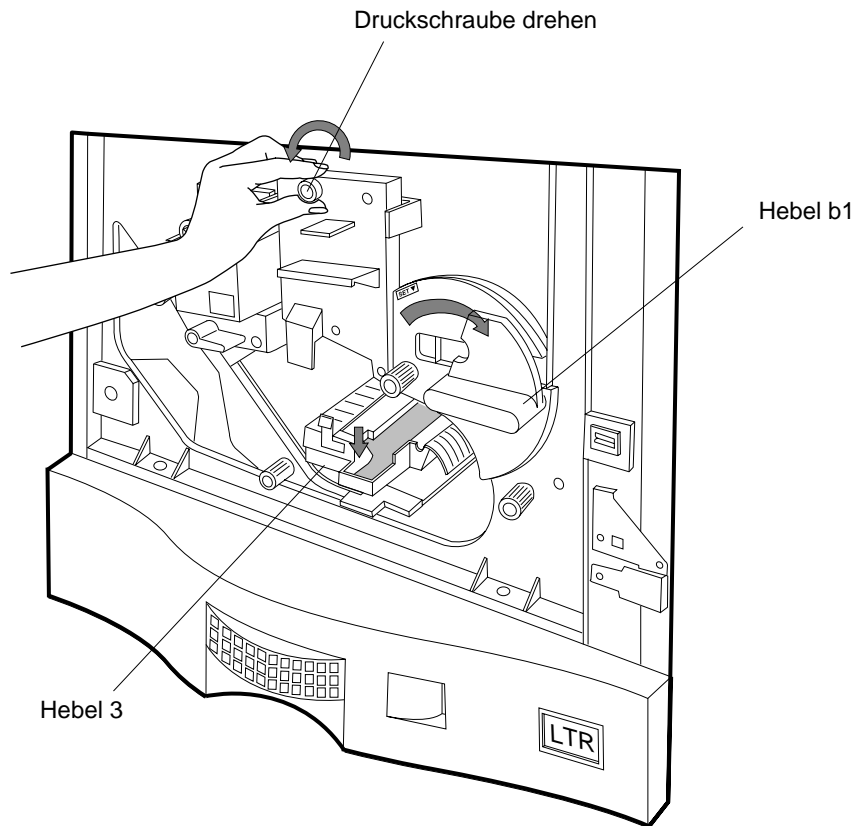

Abbildung 4-25 Freigeben der Trommel
1. Drehen Sie das Trommelverriegelungsrad zwei oder drei Umdrehungen gegen den Uhrzeigersinn, um die Trommel freizugeben, wie in Abbildung 4-25 gezeigt.